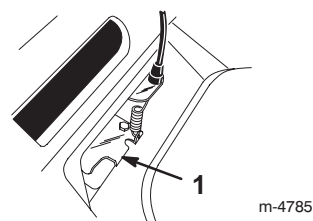

Figure 21
5. Poussez sur la patte de guidage de la courroie jusqu'à ce qu'elle touche la tondeuse et maintenez-la en place (Fig. 21).